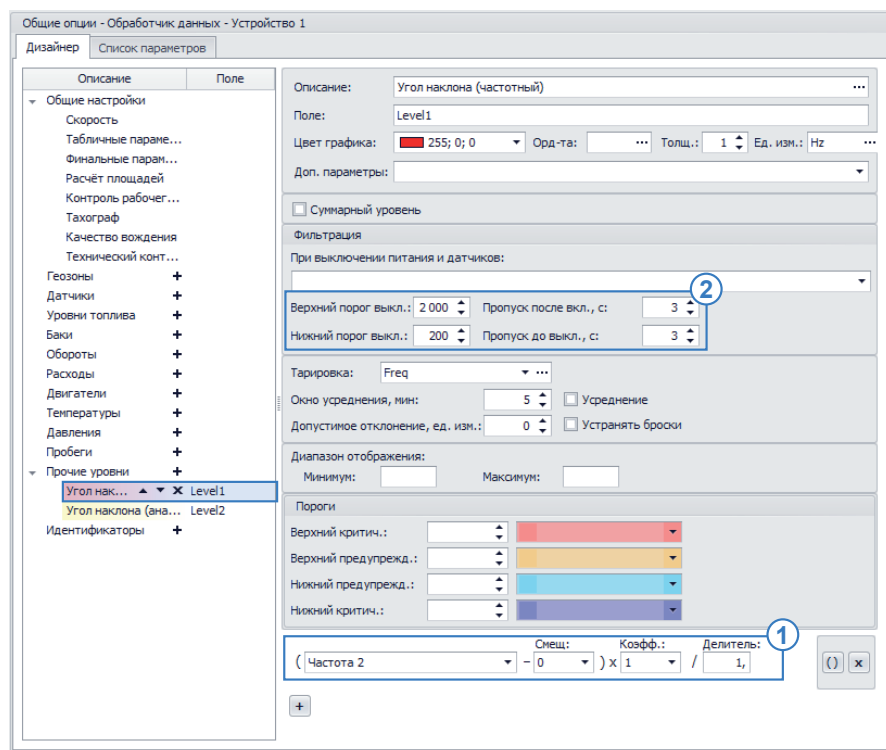

Рис.30. Пересчет показаний частоты в углы наклона.
- в Дизайнере добавьте новый параметр в группе «Прочие уровни» (Рис.30);
- создайте выражение для получения показаний частоты с цифрового входа 2 контроллера и пересчета этих показаний в углы наклона (Рис.30, п.1). Пересчет частоты в угол наклона выполняется по формуле, заданной для датчика ТКAM:
- настройте фильтрацию показаний угла наклона, выходящих за пределы возможного диапазона. Датчик ТКAM осуществляет измерение угла наклона в диапазоне от 0 до 180 градусов. Т.е. все значения вне этого диапазона можно считать ошибочными (Рис.30, п.2);